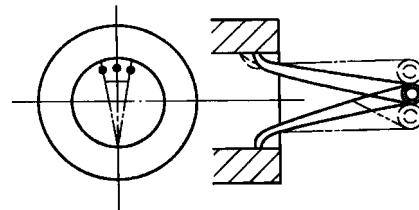

图 1-17 测量内径
- 2) 测量时，右手大拇指和食指握住卡钳的铆接部位，将卡钳一脚尖置于孔口边，用左手扶住，另一脚尖左右移动，在周围上得到最大开度后，再沿孔的轴向移动，找到最小尺寸，此尺寸即为所测内径尺寸，如图 1-17 所示。